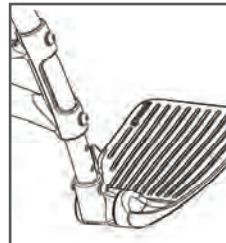

Abbildung 9
- Einstellen der Pedalhöhe: Lösen Sie die Schrauben an der Halterung mit einem Sechskantschlüssel, stellen Sie das Pedal auf die entsprechende Größe des Fahrers ein und verriegeln Sie die Schrauben. Siehe Abbildung 9.